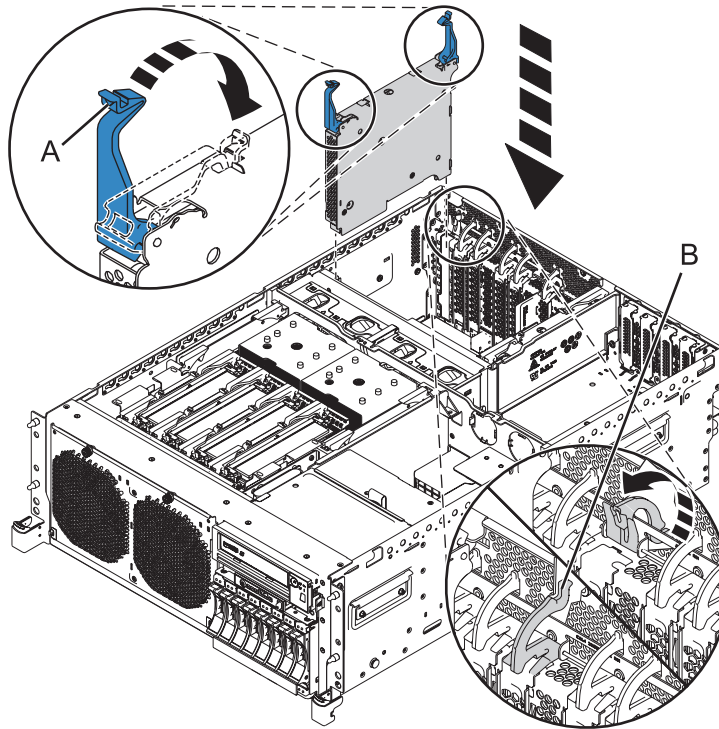
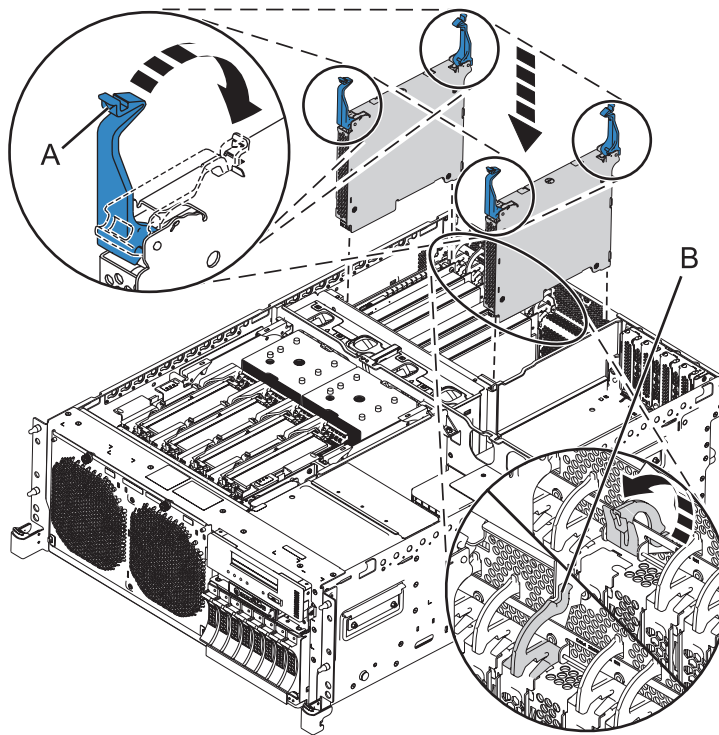

Abbildung 9. GX-Adapter in Einschubsystem 8202-E4B oder 8205-E6B installieren
Abbildung 10. GX-Adapter (FC EJ03) in Einschubsystem 8202-E4C, 8202-E4D, 8205-E6C oder 8205-E6D installieren
3. Drehen Sie die Verriegelungen **(A)** gleichmäßig in die verriegelte Position (siehe Abb. 9 auf Seite 12 und Abb. 10 auf Seite 12).